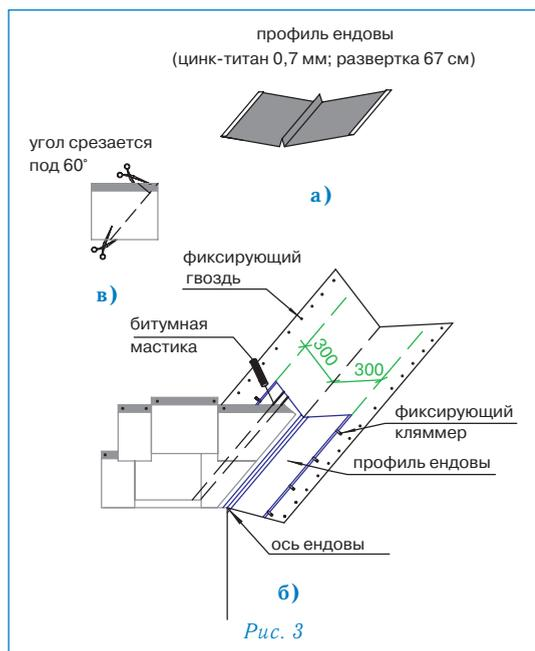

Рис. 3
Ендова (рис. 3)
- ровно по центру ендовы устанавливается профиль ендовы (цинк-титан 0,7 мм, развертка 67 см) (рис. 3а);
Внимание: 1. Необходимо также подрезать верхний уголок обрезанного края листа (см. рис. 3в) для правильного стока воды.